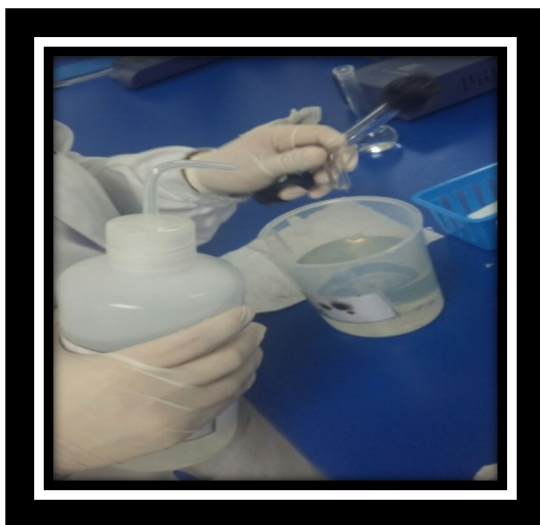

Figura 13
- 6.3.11 Descartar la muestra en el recipiente de descarte y realizar la limpieza de la celda. (Figura 13).